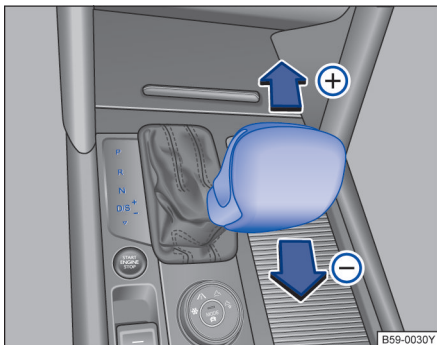

图 146 换挡杆在 Tiptronic 手动电控换挡程序位置上。
- 向前  或向后  短促按压换挡杆，即可换高档或降挡 → 图 146。